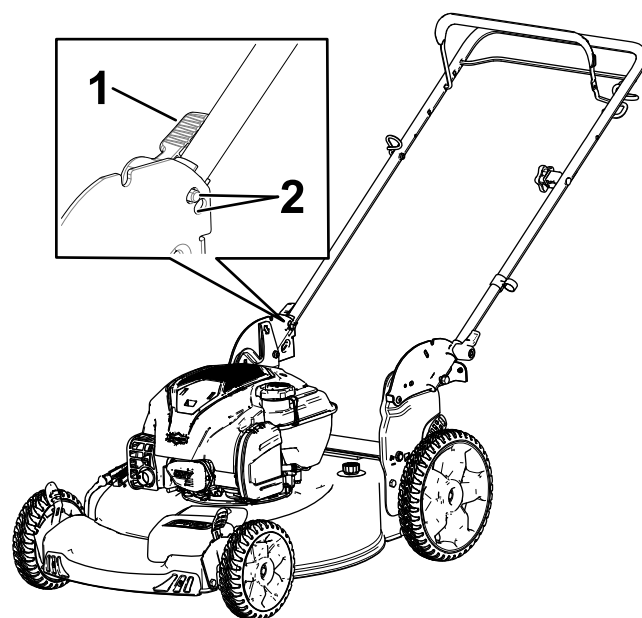

図 4
2. ハンドルロック図 4のピンをカチッと音がするまで完全にはめる。